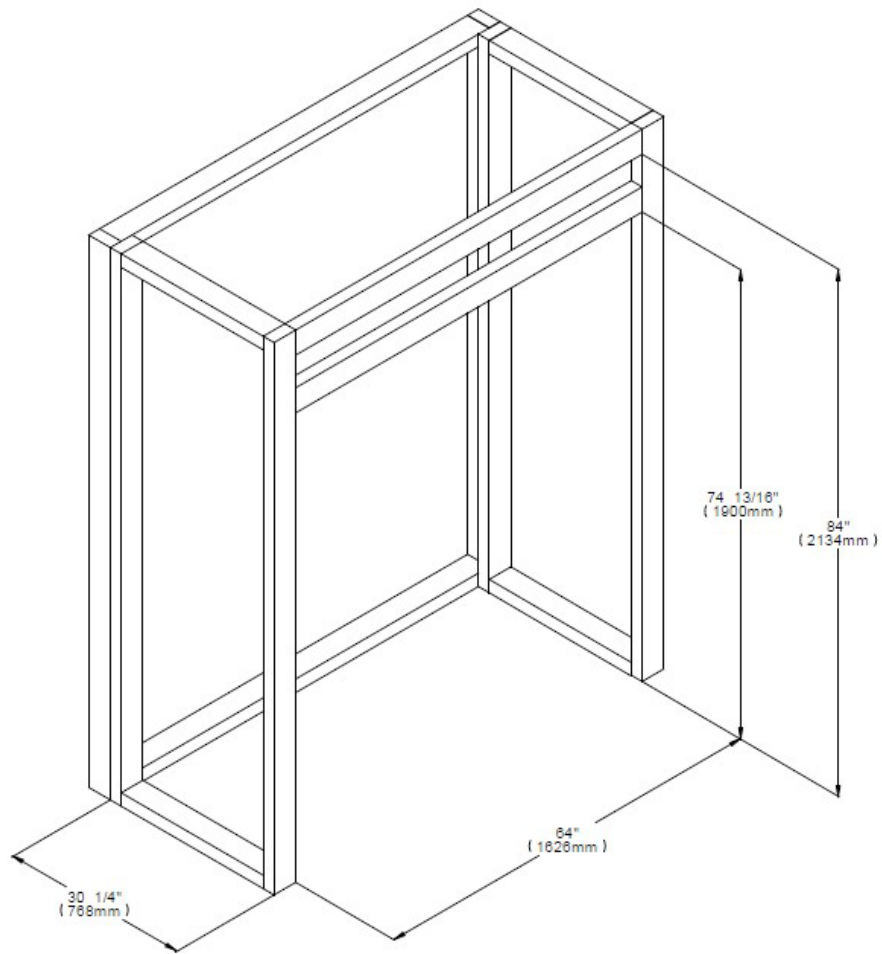
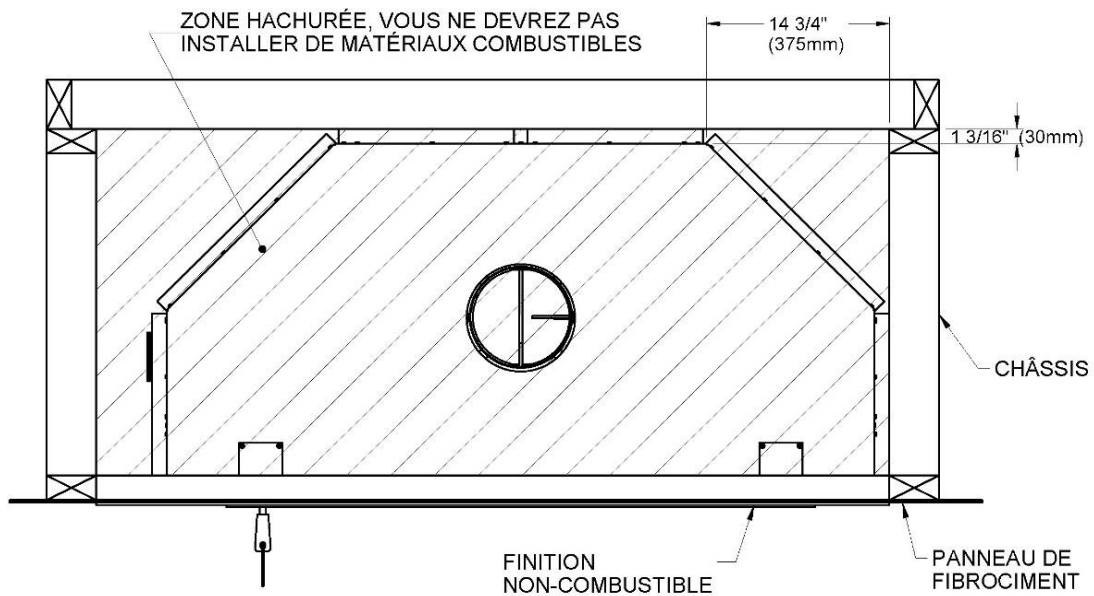

Figure 11
Figure 12
- B. Construisez le châssis du foyer à l'aide de montants verticaux placés sur les côtés du foyer, allant du plancher au plafond (**voir Figure 11**). Reculez un peu les montants par rapport au rebord frontal du foyer d'un espace équivalent à l'épaisseur du matériau de finition, pour que celui-ci soit à ras de la finition du foyer (en tenant compte des limites de la **Figure 12**). Posez les entretoises entre les montants verticaux seulement de la façon suivante :